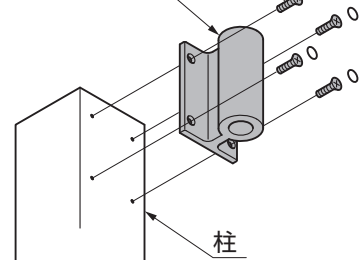

図5-19
- ②柱に角度調整軸を、【29-1】で取付けてください。(図5-19参照)
- ③ねじ頭隠しシールを貼付けてください。(図5-19参照)